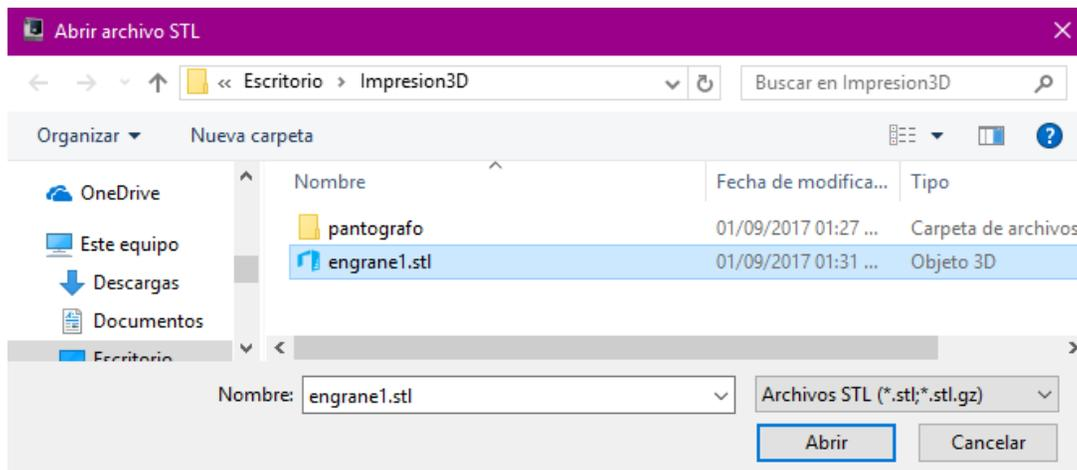

Figura 2.9 Abrir pieza **engrane1.stl**
- Seleccionar la pieza **engrane1.stl**, luego dar click en *Abrir* (Figura 2.9).